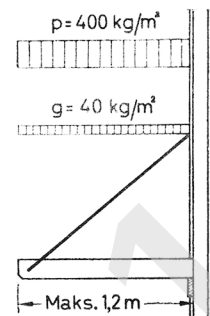

Fig. 03. Mål 1 : 50
- 03 Kommunal- og arbeidsdepartementets byggeforskrifter, kap. 3, § 1, bestemmer at slike balkonger skal beregnes for nyttelest $p = 400 \text{ kg/m}^2$. Egenvekten for de konstruksjoner som er vist, er regnet til $g = 40 \text{ kg/m}^2$, fig. 03.